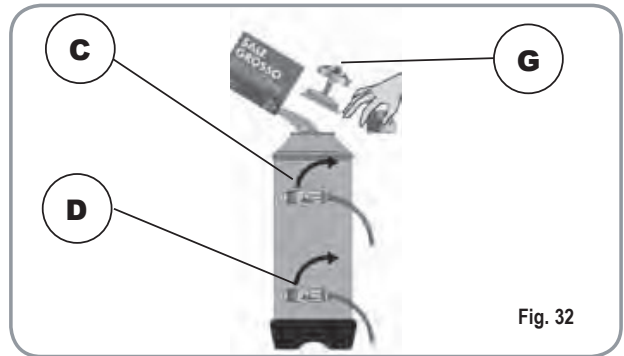

Fig. 32
Turn levers C and D from left to right; take the cap off by unscrewing knob and fill with 1 Kg normal kitchen salt (Fig. 32).
- 1) Eteindre la machine et placer un récipient d'une capacité d'au moins 5 litres sous le tube E (Fig. 31). Tourner les leviers C et D de gauche à droite; retirer le bouchon en dévissant la poignée G et introduire 1 Kg de gros sel de cuisine (Fig. 32).